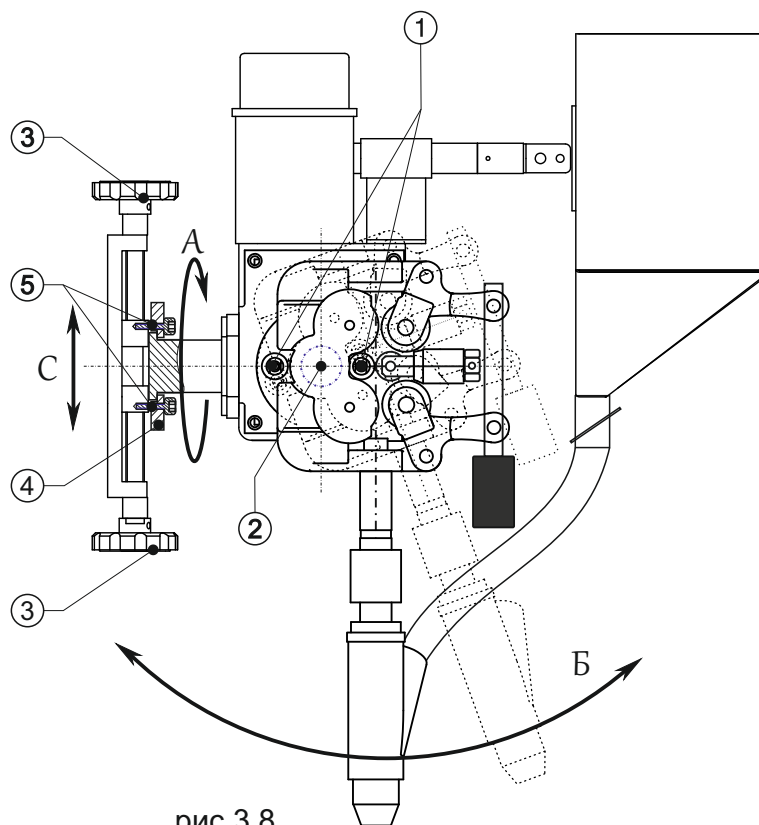

рис.3.8
Устройства перемещения сварочной головки представлены на рис.3.8.
Для поворота сварочной головки вокруг горизонтальной оси (траектория А рис.3.8.) требуется:
- ослабить болты крепления головки поз.5 рис.3.8;
Для поворота сварочной головки вперед (траектория Б рис.3.8.) требуется:
- ослабить гайки крепления накладке редуктора поз.1 рис.3.8;
- повернуть сварочную головку на нужный угол вперед или назад вокруг оси ведущей шестерни привода поз.2 рис.3.8 (диапазон поворота ± 45 град.);
Для дополнительного подъема-опускания сварочной головки (траектория С рис.3.8.) используются рукояти поз.3 рис.3.8 (диапазон подъема 100мм).